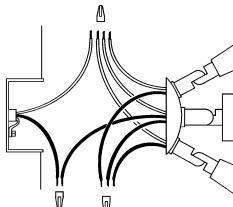

Fig. 2
**Paso 4:** Conecte los cables juntos. Conecte todos los cables blancos juntos (cable blanco de la casa, cable blanco del detector y cable blanco del portalámparas) usando las tuercas suministradas. Conecte los cables negros de la lámpara al cable rojo del detector. Conecte el cable negro de la casa al cable negro del detector (Fig. 2).